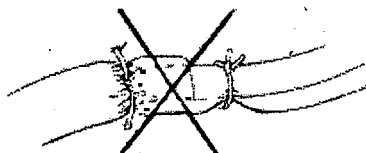

Figura 4
- No anude una ligadura directamente al cuerpo del cable (Figura 4).